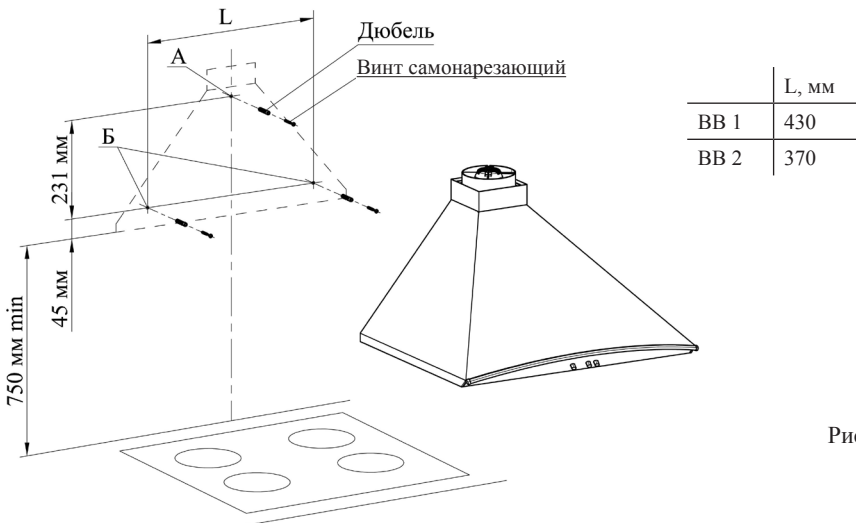

Рис. 2
**ВНИМАНИЕ!** МИНИМАЛЬНОЕ РАССТОЯНИЕ МЕЖДУ ПЛОСКОСТЬЮ УСТАНОВКИ ПОСУДЫ НА ПЛИТУ (НАГРЕВАТЕЛЬНОЙ ПОВЕРХНОСТЬЮ) И ВОЗДУХООЧИСТИТЕЛЕМ ДОЛЖНО БЫТЬ 75 см. ВОЗДУХООЧИСТИТЕЛЬ КРЕПИТЬ НА РОВНУЮ ПОВЕРХНОСТЬ (рис. 2).
- 6.3 С учетом установочной высоты и центральной линии разметьте на стене отверстия (А и Б) (рис. 2).
- 6.4 Просверлите отверстия (А и Б) диаметром 8 мм на глубину 50 мм (рис. 2).
- 6.5 В отверстия вставьте дюбели согласно рис. 2 и по отверстию А заверните не до упора винт самонарезающий, на который навесьте воздухоочиститель со снятой крышкой.